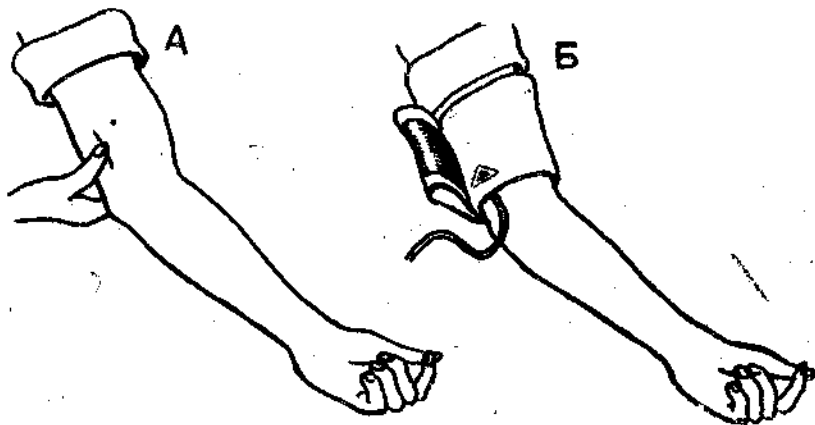

Рис. 4: Расположение манжеты на руке
5.6. Предпочтительнее давление измерять на левой руке. Прежде чем надеть манжету, определите место наибольшей пульсации плечевой артерии. Чаще всего это место расположено на 3—5 см выше локтевого сгиба на поверхности предплечья, обращенной к туловищу (рис. 4А). Место, где пульс прощупывается наиболее сильно, является рациональным для расположения датчика.
5.7. Надевая манжету, старайтесь расположить датчик в то место, которое вы нашли рациональным. При этом ориентируйтесь меткой, которой отмечено место расположения датчика в манжете (рис. 4. Б),